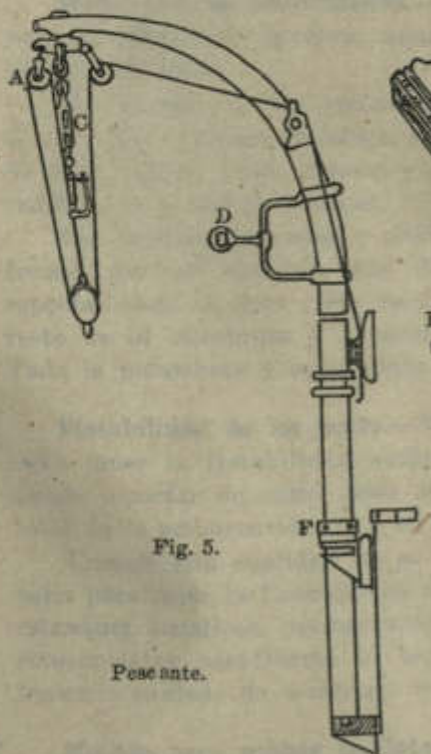

Fig. 5.
**Pescantes ordinarios — calzos.**—La forma ordinaria de los pescantes es rectilínea por su parte inferior, uniéndose de modos diversos al costado de los buques, y curva por la parte superior para que sobresalgan del costado. Las cabezas de cada par o juego de pescantes están unidos entre sí por un **nervio** y además lo están al costado por medio de dos **vientos**; el pescante descansa en una pieza especial, llamada **tintero** y además tienen algunos, dos barras metálicas en forma de (X) para hacer más resistente el conjunto a los esfuerzos a que ellos están expuestos (Fig. 5).